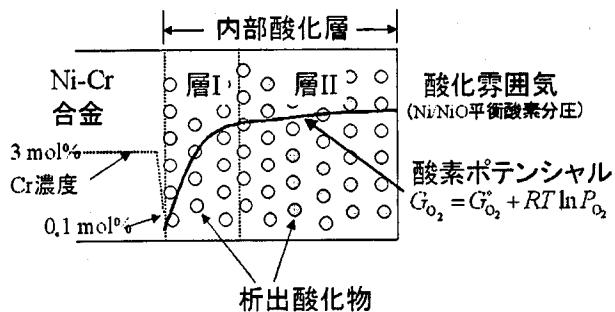

図 1-1 Ni-Cr 合金の内部酸化組織
素分圧を有する霧囲気中、1000 K で内部酸化したときの断面組織の模式図を図 1-1 に示す。金属中に酸素は原子状 (O) で固溶している。また、 $\text{NiO}-\text{Cr}_2\text{O}_3$ 系の中間化合物は NiCr_2O_4 のみである。表 1-1 に関する物質の 1000 K における標準モルギブズエネルギーを示す。固溶酸素のモルギブズエネルギー、 G_{O_2} 、と酸素分子のモルギブズエネルギー (酸素ポテンシャル)、 $G_{O_2}^\circ$ 、との間には $2G_{O_2} = G_{O_2}^\circ$ なる関係がある。計算に際して、気体定数は $R = 8.3 \text{ J K}^{-1}\text{mol}^{-1}$ とし、 $\ln(x) = 2.3 \log(x)$ とせよ。